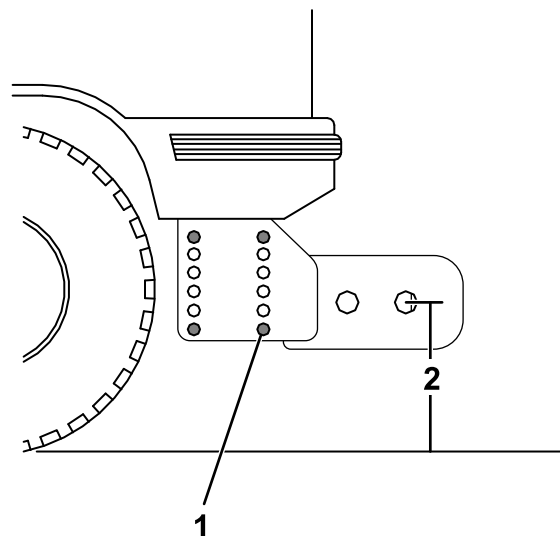

Bild 21
1. Messen Sie den Abstand zwischen dem Boden und den Bohrungen des Kupplungsfederstifts am Schubrahmen des Fahrwerks (Bild 21). Der Abstand sollte 48,2 cm betragen.
2. Befindet sich der Schubrahmen nicht in der Höhe von 48,2 cm, entfernen Sie die Befestigungen, die den Schubrahmen mit dem Fahrwerk verbinden (Bild 21).